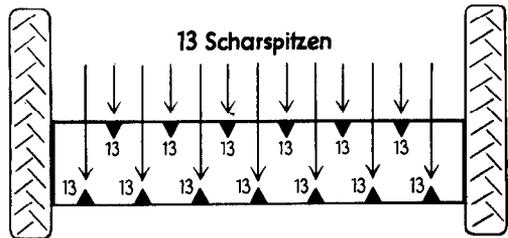

Abb. 6
1. Das beigegebene Stellbrett unter die Schare legen (Abb. 6)!